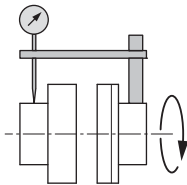

Fig. 11: comprobación de la alineación radial con un comparador
- Fije un reloj comparador a uno de los acoplamientos o al eje (véase la Fig. 11). El émbolo del reloj comparador debe apoyarse sobre la corona de la otra mitad del acoplamiento (véase la Fig. 11).